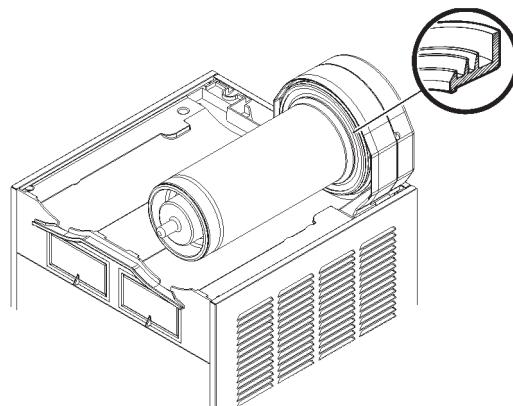

figura 13
- 4 Volver a montar en su alojamiento la junta del contenedor. NOTA: El borde de mayor diámetro debe ser apoyado en la pared posterior (ver figura 13).